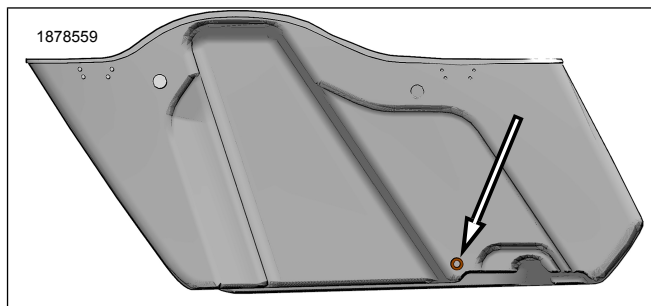

図4。サドルバッグ下穴ドリルの位置
2. 図4を参照してください。ロアサドルバッグワイヤーパススルーをドリルします。